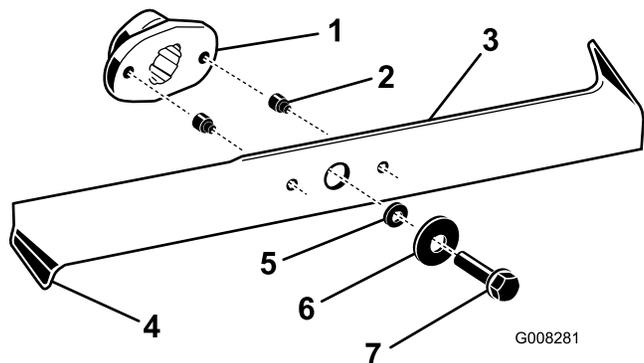

Bild 41
2. Untersuchen Sie die Schnittkanten (Bild 41). Entfernen und schärfen Sie die Messer, wenn die Schnittkanten nicht scharf sind oder Auskerbungen aufweisen, siehe Schärfen der Messer \(Seite 34\).
3. Prüfen Sie die Schnittmesser, insbesondere die gebogenen Kanten (Bild 41). Montieren Sie neue Messer, wenn Sie eine Abnutzung oder Beschädigung dieses Bereichs feststellen.
4. Ersetzen Sie die Abscherbolzen sofort, wenn Sie gebrochen sind (Bild 41).
3. Entfernen Sie die Messerschrauben, Scheiben und Messer (Bild 41). Sie können einen Holzklötzchen zwischen das Schnittmesser und das Mähwerk keilen, um das Schnittmesser beim Entfernen der Schraube zu blockieren.
1. Montieren Sie die Schnittmesser, Scheiben und Messerschrauben (Bild 41).